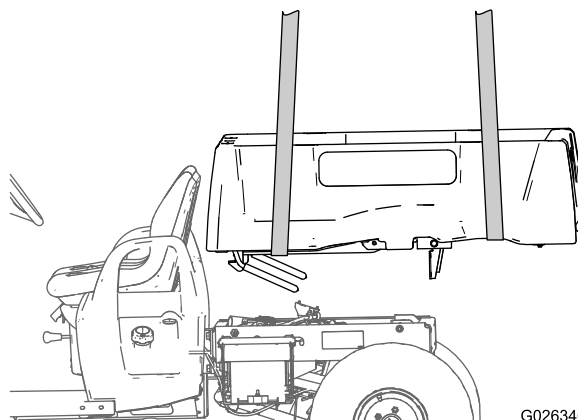

Figura 5
10. Eleve la caja de carga y retírela de la máquina (Figura 5).
- 12. Eleve la caja de carga y retírela de la máquina (Figura 5).